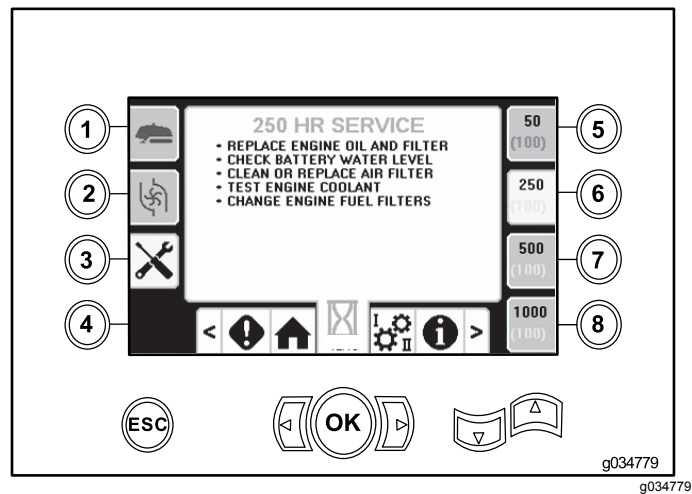

Bild 52
- Taste 6: 250 Stunden (Bild 52)